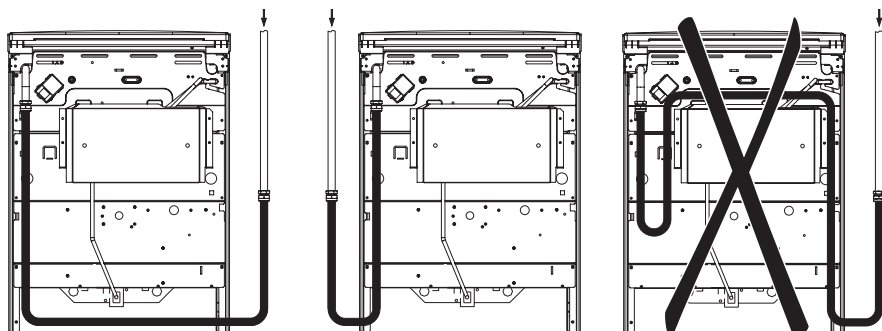

рис. 5
**Помните!** После установки плиты на место обязательно проверьте положение гибкого шланга подвода газа и шнура питания (рис. 5). Они не должны проходить над дымоходом и касаться задней стенки плиты. Во время работы духовки там возникает высокая температура, которая может их повредить.